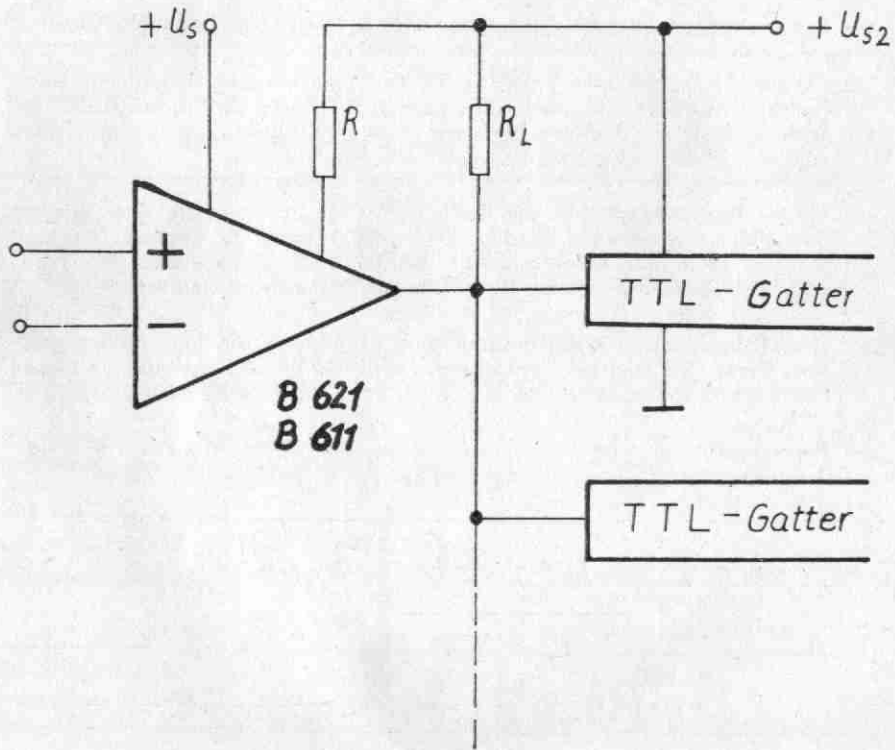

Bild 10 Zusammenschaltung mit TTL-Gattern
- Bei der Zusammenschaltung mit TTL-Gattern (Bild 10) ergibt sich der maximale Ausgangslastfaktor (maximal anschließbare Gatterzahl) N für L-Signal